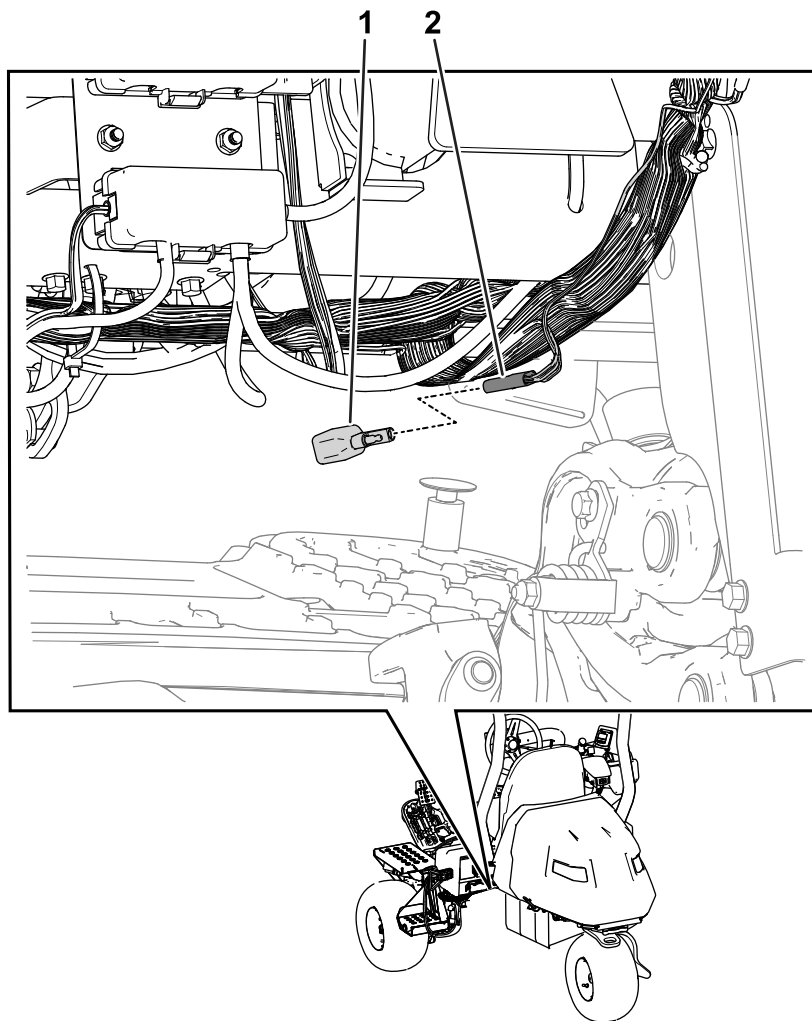
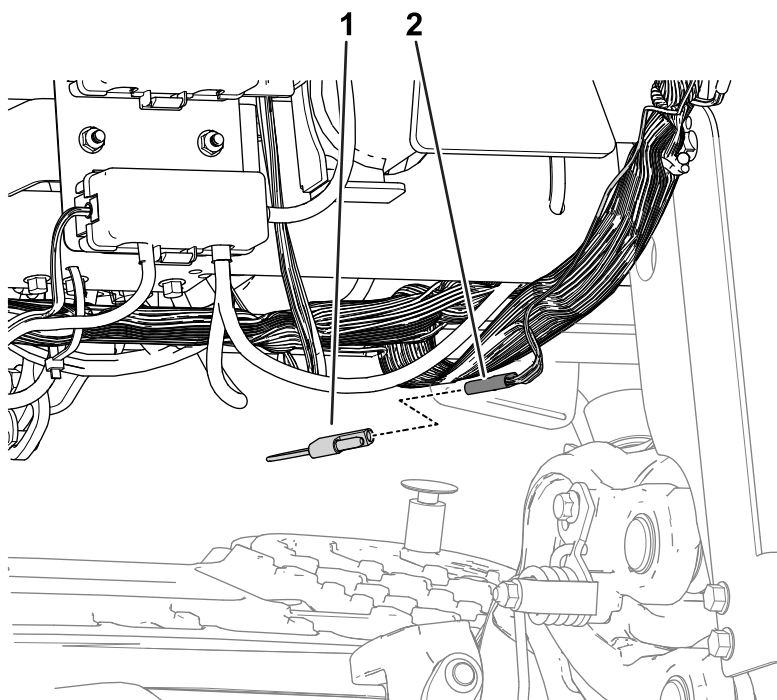

Figura 43
Figura 44
1. Individuate il connettore del cablaggio preassemblato contrassegnato come P09 vicino all'apparato di taglio centrale, ai connettori di ricarica e ai portafusibili (Figura 43).
2. Rimuovete il diodo dal connettore del cablaggio preassemblato contrassegnato come P09 (Figura 43) e installate il tappo legato sul connettore (Figura 44).